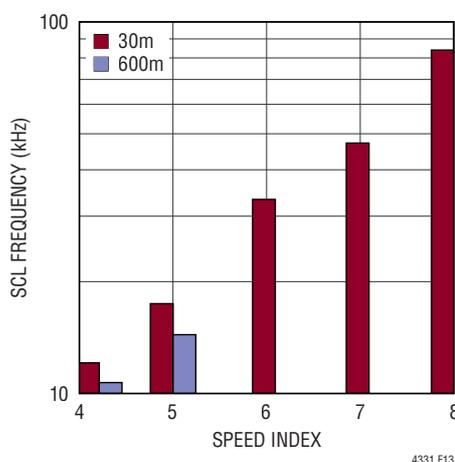

図 13. I²C マスタがスレーブ SCL のロー・ストレッチングを無視する場合の SCL の周波数範囲
- LTC4331 は、SCL クロック・ストレッチングを利用してリンクとリモート・バスのレイテンシに対応します。最高の性能を得るには、クロック・ストレッチングを完全にサポートする、ハードウェアまたはソフトウェア・ベースのローカル・マスタを使用することを強く推奨します。あるいは、LTC4331 の SCL で設定されたロー時間とリモート応答時間が、マスタの設定された SCL ロー時間より短くなるように、SCL の周波数を下げることも可能です。ローカル LTC4331 I²C スレーブ・デバイスの総クロック・ストレッチング時間は、SPEED1 および SPEED2 ピンの設定と、リモート I²C スレーブ・デバイスのタイミング条件によって決まります。これは推奨しません。図 13 を参照してください。